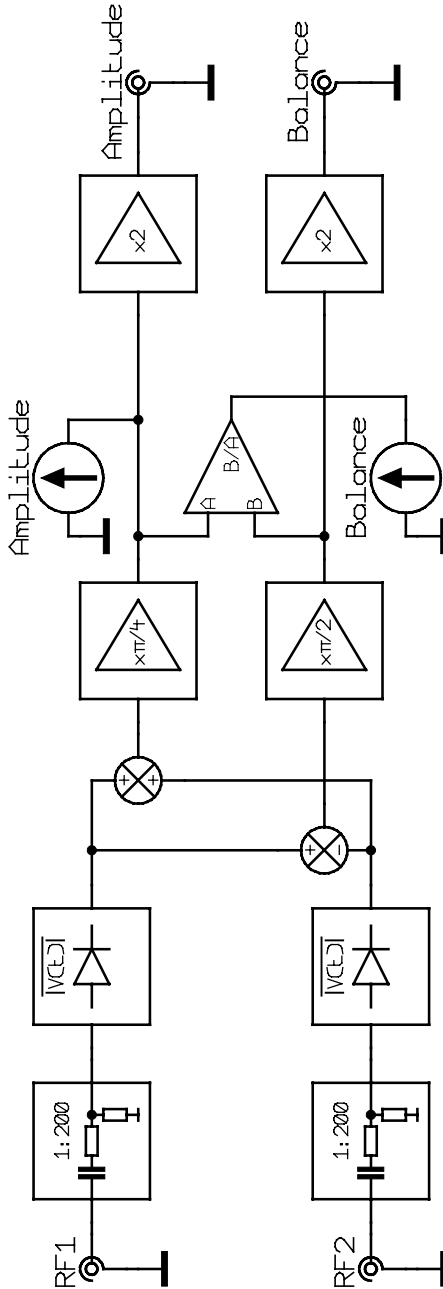

Abb. 3. Blockschaltung des Moduls zur Messung der Amplitude und der Symmetrie (HV Monitor).
Das Modul dient der Präzisionsmessung der Amplitude der RF-Ausgangsspannung und ihrer Symmetrie. Seine Blockschaltung ist in Abb. 3 dargestellt. Das Modul enthält zwei identische Abschwächer und Präzisionsgleichrichter, die aus den Ausgangsspannungen V_{RF1} und V_{RF2} an den Buchsen *RF1* und *RF2* Gleichspannungen erzeugen, die zu den Amplituden der Spannungen V_{RF1} und V_{RF2} proportional sind. Die Abschwächer wirken ebenfalls als Hochpassfilter, so dass die Messung von den DC-Offsetspannungen V_{DC1} und V_{DC2} nicht beeinflusst wird. Die Gleichrichter bilden Mittelwerte der Beträge ihrer Eingangsspannungen. Für sinusförmige Signale bedeutet dies (vgl. mit (1) und (2) auf Seite 5):